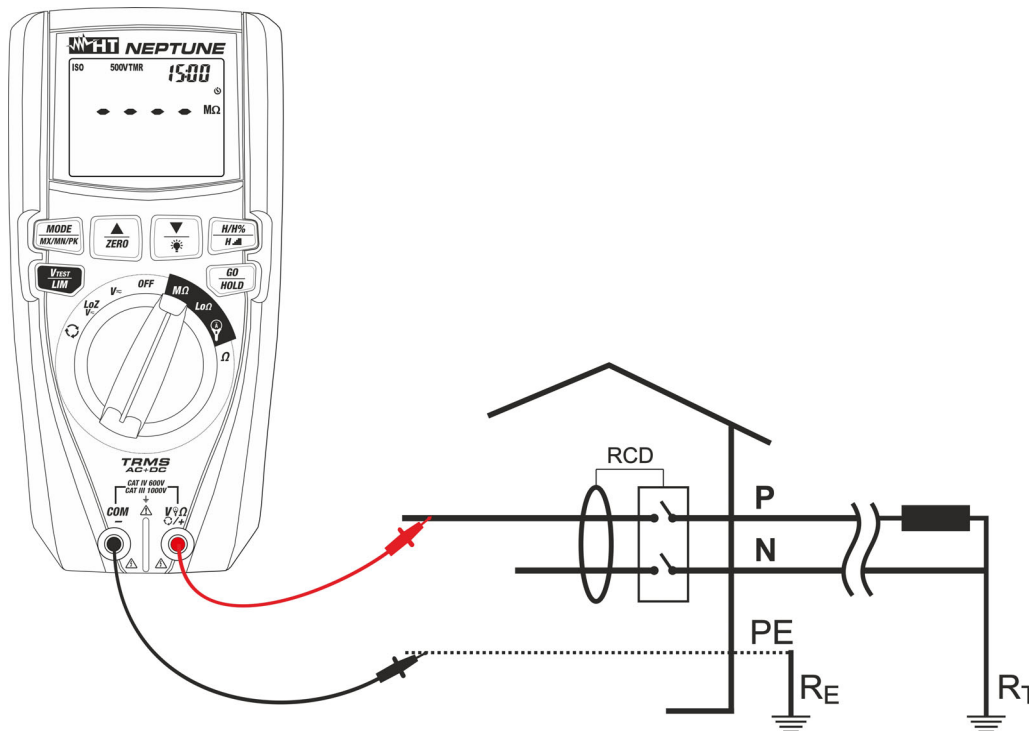

Fig. 19: Utilisation de l'instrument pour mesurer la résistance d'isolement en mode TMR
6. Introduire le câble rouge dans la borne d'entrée $V\Omega\text{C}/+$ et le câble noir dans la borne d'entrée **COM**/– et les éventuelles bornes crocodiles et brancher l'instrument à l'installation objet du contrôle (voir Fig. 19)